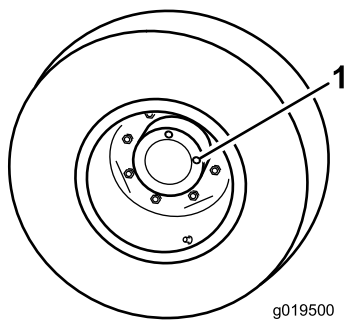

Figura 65
1. Con la máquina en una superficie nivelada, coloque la rueda con un tapón de verificación (Figura 65) en la posición de las 12 y el otro en la posición de las 3.
1. Tapón de verificación/drenaje (2)
2. Retire el tapón de la posición de las 3 (Figura 65).